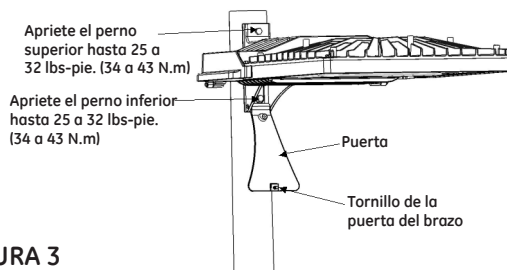

FIGURA 3
- Abra la Puerta del Brazo e instale el perno de 3/8, la arandela de seguridad y la arandela en el interior del brazo según se muestra, y apriete en la placa-tuerca (Vea la Figura 3 y 4).